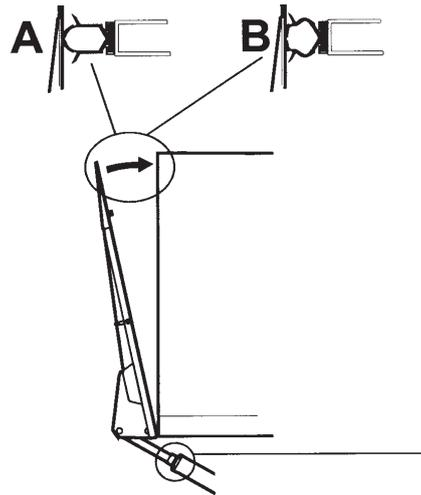

Figura 43. Ajuste de apoyo contra la carrocería.
- Ajuste ambos cilindros alternativamente de modo que el puente se apoye contra la carrocería, véase Figura 43 (B).